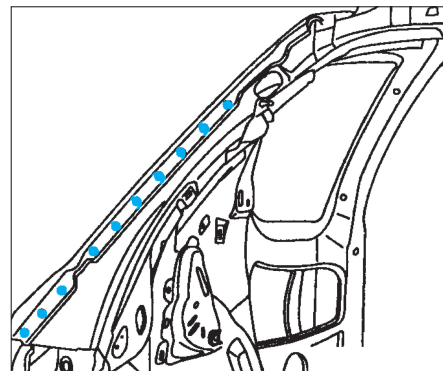

FIG. 113
- par points électriques suivant (E) (avec l'équipement AB1),
- par points bouchons au MIG et meuler (Fig.113),